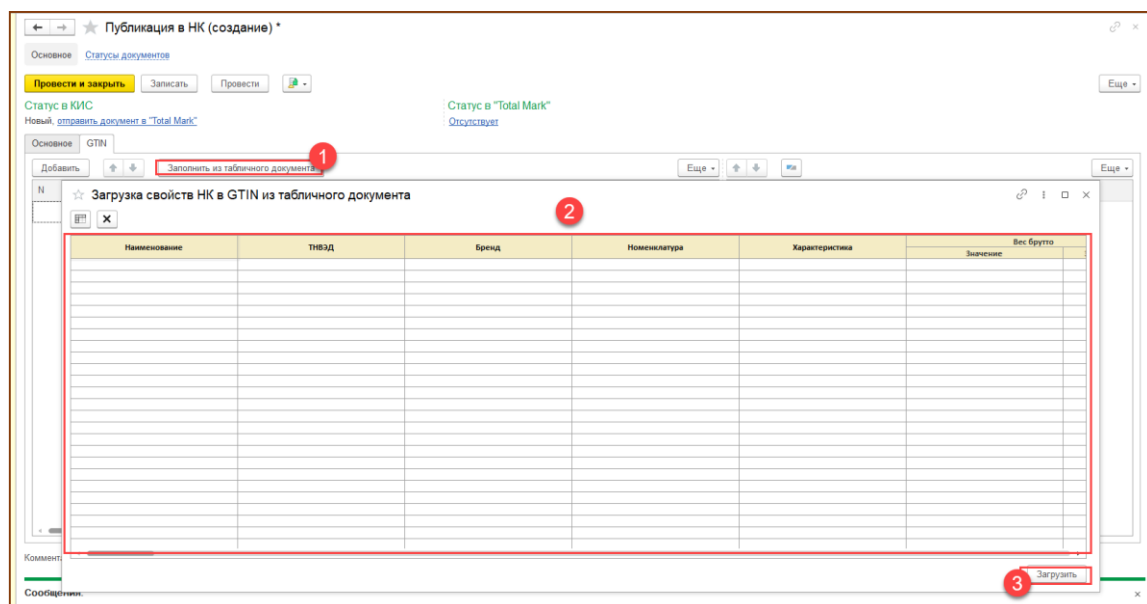

Рис. 5-5 - Публикация в НК
- Из табличного документа. Для заполнения необходимо нажать на команду «Заполнить из табличного документа», вставить в таблицу скопированные данные и нажать «Загрузить» (Рис. 5-5). После этого свойства товара будут заполнены в документе.